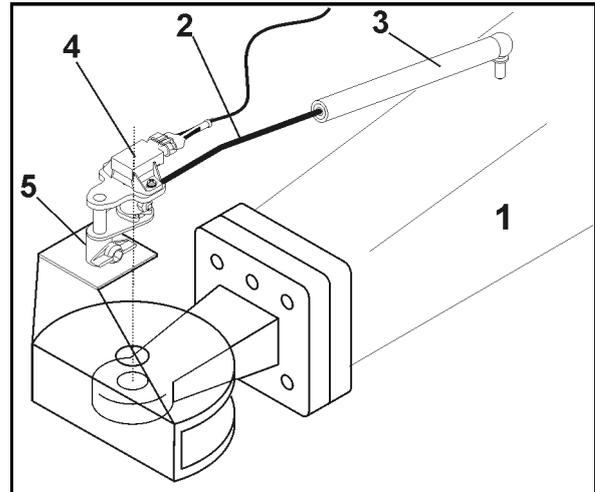

Fig. 37
El control de seguimiento AutoTrail para un seguimiento automático y prácticamente exacto de las trazas registra la posición angular de la lanza (Fig. 37/1) respecto a dirección de marcha del tractor.
1. Insertar la varilla angular (Fig. 37/2) en el manguito (Fig. 37/3) stecken.
2. Insertar el sensor del ángulo de giro (Fig. 37/4) en el alojamiento (Fig. 37/5).